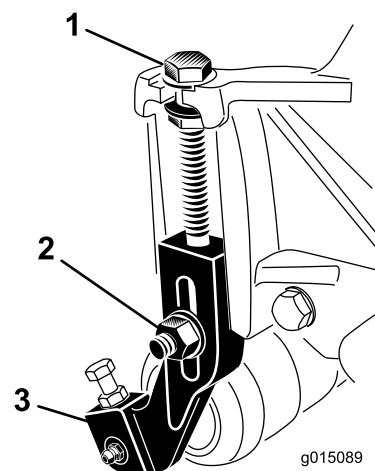

Figure 17
1. Desserrez les contre-écrous qui fixent les supports de hauteur de coupe aux plaques latérales du plateau de coupe (Figure 17).